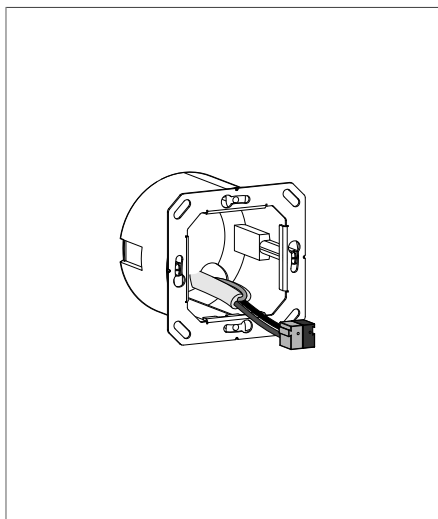

Fig. 4: Montaggio dell'anello di supporto
- 2 Montare l'anello di supporto su una scatola da incasso (Fig. 4).